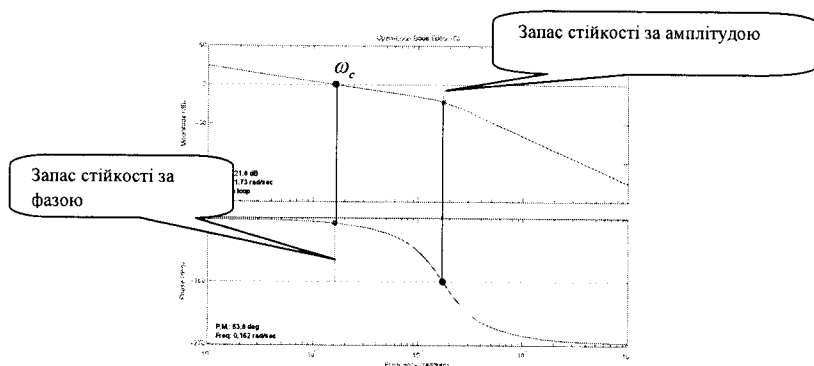

Рисунок 2.7 – Запаси стійкості логарифмічної амплітудної частотної характеристики
*Запас стійкості за амплітудою*  $g_m$  (в дБ) – це відстань від ЛАЧХ до горизонтальної прямої  $L_m = 0$  дБ на частоті, на якій фазова характеристика перетинає пряму  $\varphi = -180^\circ$ . На цій частоті коефіцієнт підсилення системи має бути менше 1 (або  $L_m(\omega) < 0$ ) (рис. 2.7).